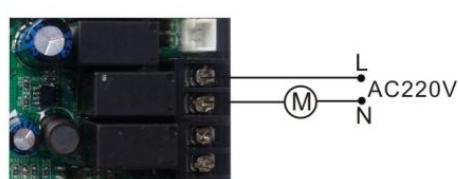

Рис. 7
D. Если напряжение в сети менее 5A, то подключение воздушного насоса показано на рис. 7.